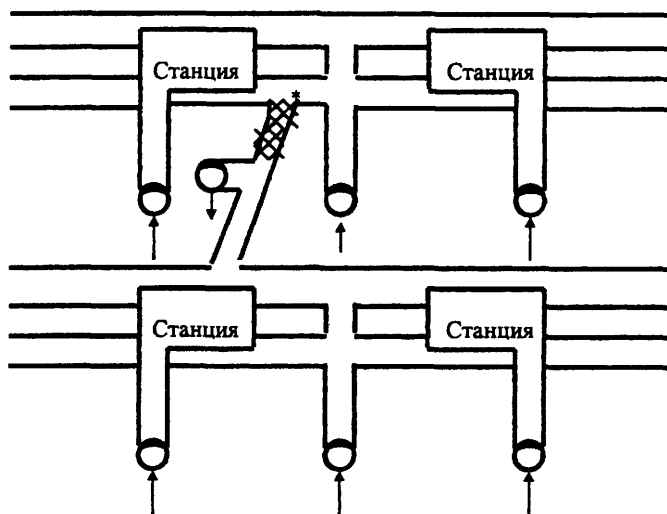

Рис. 5
- вентиляционные шахты на перегонах, куда подсоединяются ветви, переключаются на приток (рис.5).